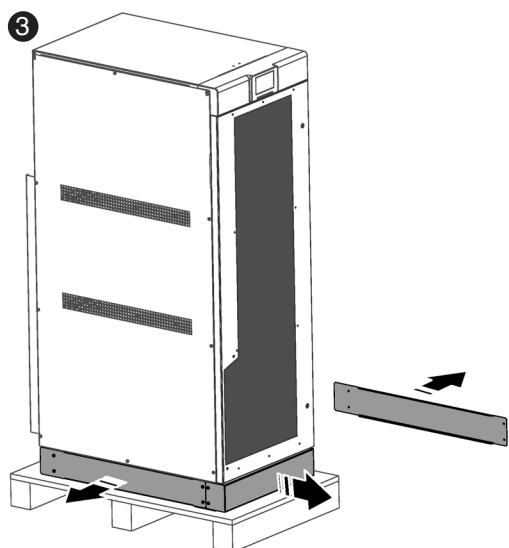

Fig. 29. Retrait des supports de base.
- ❸ Retirez les supports de base pour exposer les 4 pieds afin de libérer l'équipement de la palette (Fig. 29).